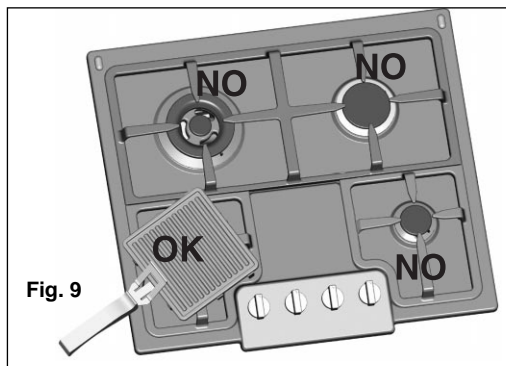

Fig. 9
- La posición correcta, como en la fig. 9, está garantizada gracias a unos encajes con las parrillas.